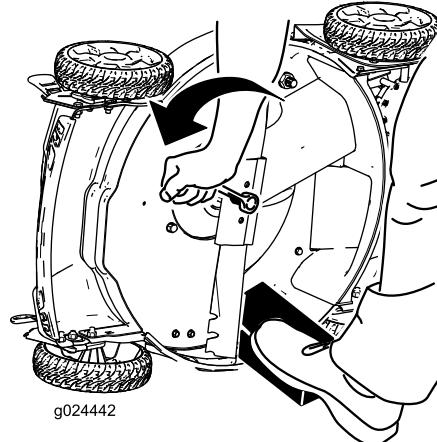

Figura 31
3. Utilize um bloco de madeira para manter a lâmina segura (Figura 31).
4. Retire a lâmina guardando todo o equipamento de montagem (Figura 31).